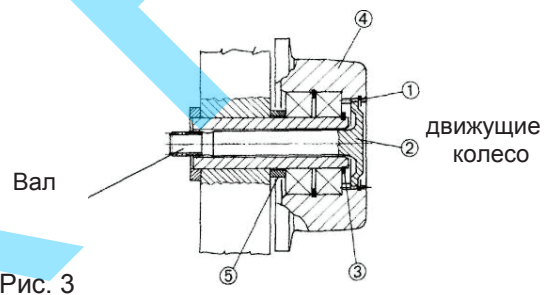

Рис. 3
**Демонтаж:** Удалите кольцо 1 с отверстия с каналом. Выньте штифт 2, удалите кольцо с оси колеса 3 и тяните колесо с помощью приспособления для вынимания. Рис. 3, стр. 31
**Монтаж:** Сверьте положение дистанционного элемента 5, монтируйте колесо 4, поставьте кольцо 3, вставьте штифт 2, поворачивая его до тех пор, пока канал идеально совпадет в редукторе, поместите кольцо 1 на место, проверьте, плавно ли идет колесо, включив двигатель. Рис. 3, стр. 31
**Монтаж:** Монтируйте мотор-редуктор, поворачивая его так, чтобы ложе мотор-редуктора идеально совпало бы с выступающей частью движущего вала колеса (показано на рис. 3 стр.31), и затем затяните 4 винта 2.
**Для установки нового каната:** Расслабьте винты 1 (рис.1), демонтируйте водача 2 канатоукладчика (рис.1), удалите прижимающую пружину канатоукладчика с барабана (рис.3).